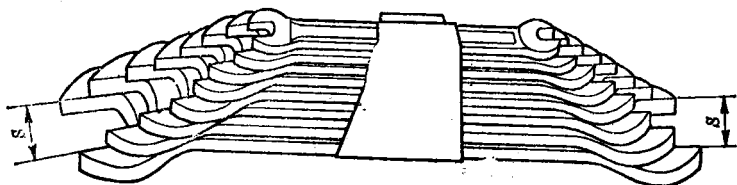

图 1-3 双头呆扳手
(1) 开口扳手 开口扳手又称呆扳手, 分为单头和双头两种。常用的开口尺寸规格有: 6×7 ; 8×10 ; 9×11 ; 12×14 ; 14×17 ; 17×19 ; 19×22 ; 22×24 ; 24×27 ; 30×32 等几种(见图 1-3)。